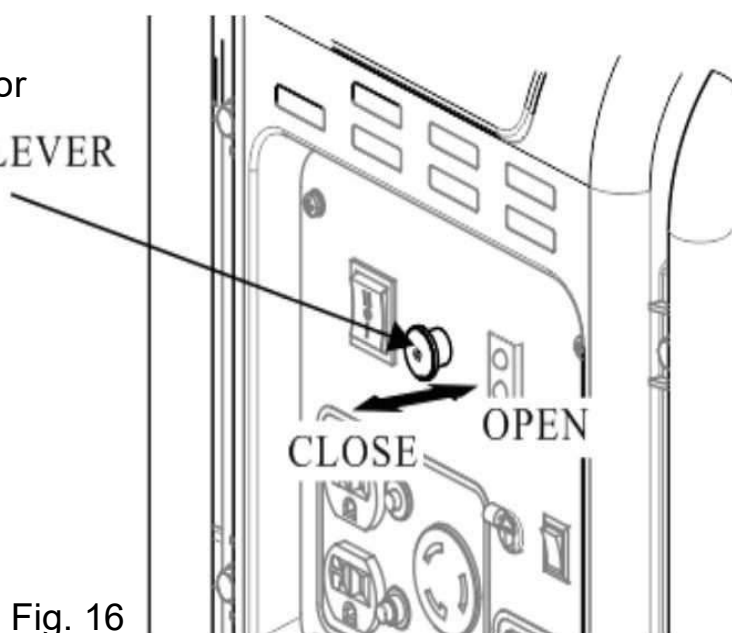

Fig. 16
6. Una vez finalizado el proceso de arranque, vuelva a colocar la palanca del estrangulador en la posición "OPEN". palanca a la posición "ABIERTO". (Ver p.26 fig.16)
1. Coloque la palanca del estrangulador (p.17 fig.5 (18)) en "CLOSE" para el arranque en frío, tirando de él hacia fuera (ver p.26 fig.16).